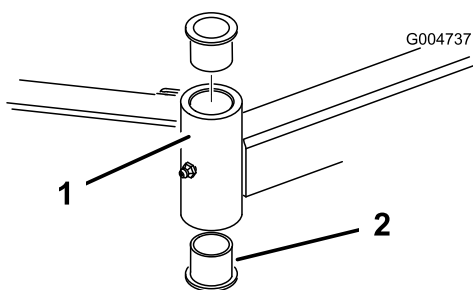

Figura 122
4. Inserite un punteruolo nella parte superiore o inferiore del tubo di fissaggio, e spingete la boccola fuori del tubo (Figura 122).